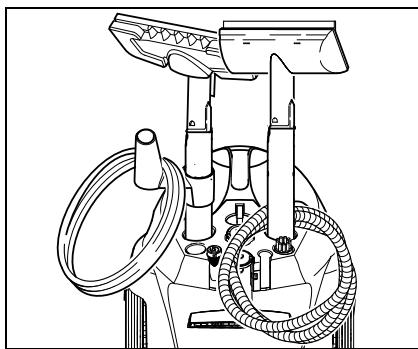

Рис. 3
- Вставить удлинительные трубы в большие держатели для принадлежностей (см. рис. 3).